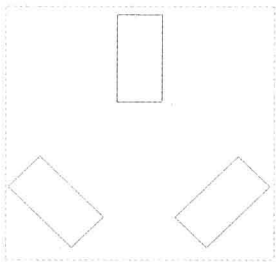

图 2-30 图形文件
Step 01 按【Ctrl+O】组合键，打开图形文件，如图 2-30 所示。